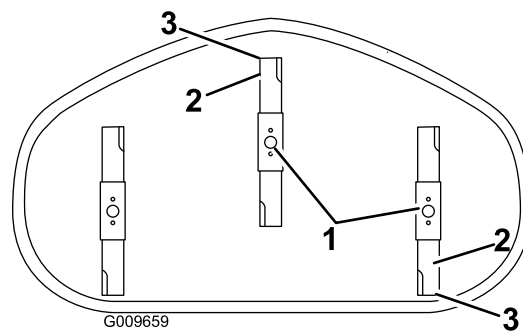

Figura 58
4. Gire cuidadosamente las cuchillas colocándolas en el sentido de avance de la máquina (Figura 58).
5. Mida entre la punta de la cuchilla delantera y la superficie plana y entre la punta de la cuchilla trasera y la superficie plana (Figura 58). Si la punta de la cuchilla delantera no está entre 1.6 y 7.9 mm (1/16" y 5/16") más baja que la punta de la cuchilla trasera, ajuste la contratuerca delantera.
hasta que la punta de la cuchilla delantera esté entre 1.6 y 7.9 mm (1/16" y 5/16") más baja que la punta de la cuchilla trasera (Figura 58).